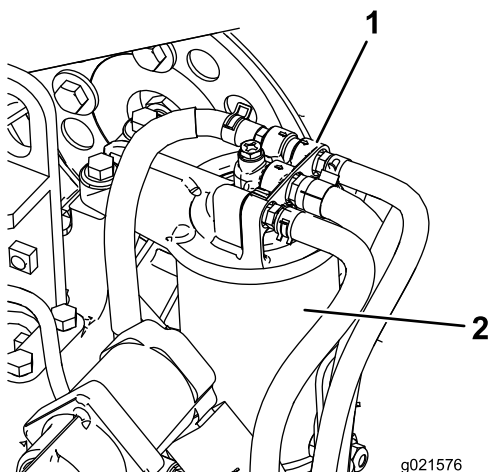

Bild 77
1. Reinigen Sie den Bereich um den Kraftstofffilterkopf (**Bild 77**).
2. Entfernen Sie den Filter und reinigen die Kontaktfläche (**Bild 77**).